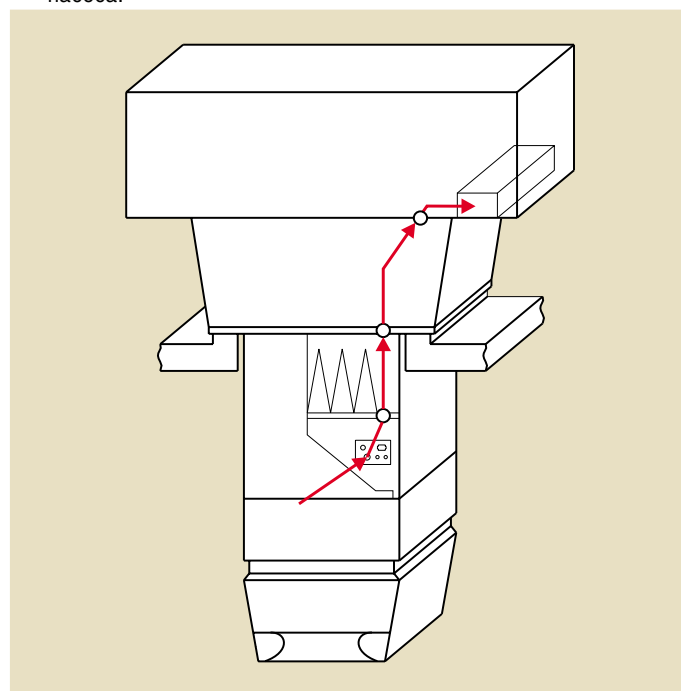

Рис. 37: Трассировка электрокабелей
- Выполняйте электромонтаж в строгом соответствии с прилагаемой электросхемой (см. рис. 37).